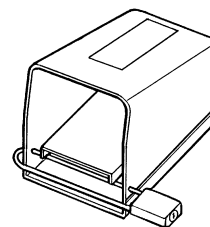

Figura 1 – Interruptor de Pie con pestillo
- **Cuando no se use, ponga el pestillo en el interruptor de pie (Figura 1).** Esto evita la puesta en marcha involuntaria de la máquina.